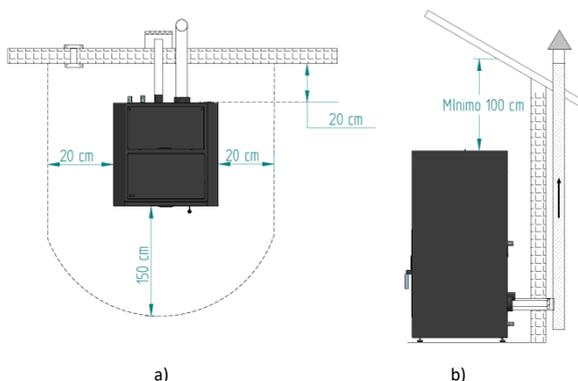

Figura 7– Distancias mínimas de todas las superficies: a) vista superior de la instalación del equipo; b) vista lateral de la instalación del equipo
Las distancias mínimas de la compacta de *pellets* a las superficies que son especialmente inflamables están representadas en la (Figura 7).
- Según se indica en la figura 7, la conducción de la extracción debe realizarse (o "el conducto de extracción debe colocarse de modo que") de modo que la limpieza y el mantenimiento estén asegurados mediante puntos de inspección.